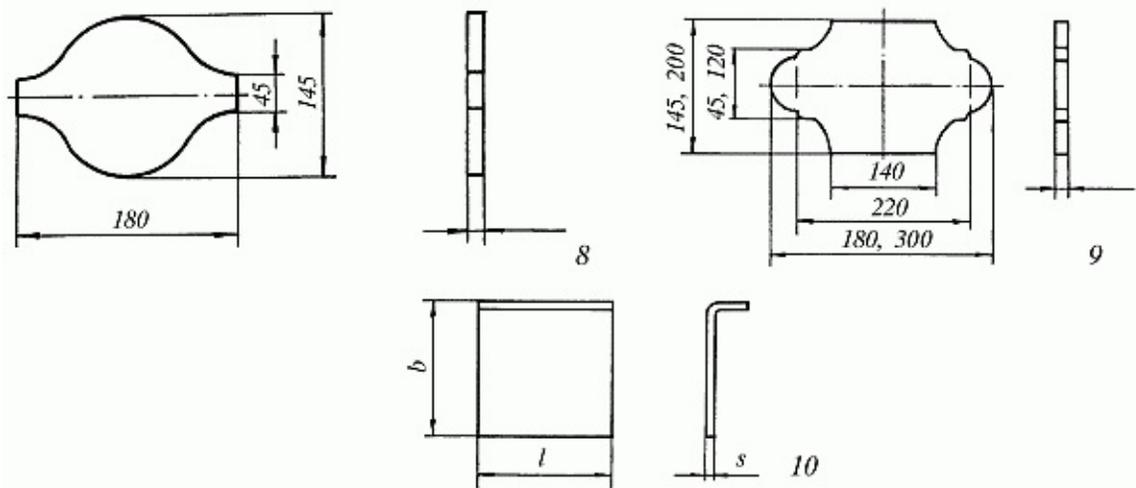

Рис. 47 (продолжение). Формы керамической плитки для облицовки
*Плитка для внутренней облицовки стен* по виду отделки бывает глазурованной и неглазурованной; по форме – квадратной, прямоугольной и фигурной; по виду поверхности – гладкой и рифленой; по виду боковых граней – с завалом и без завала; по цвету – белой, цветной-одноцветной, цветной-многоцветной, декорированной; по толщине – 3–3,5 мм. Помимо плиток, при облицовочных работах используют керамические фасонные детали (рис. 46). По всем показателям (вид отделки лицевой поверхности, вид граней, цвет и пр.) керамическая плитка для пола аналогична фасадной керамической плитке. Разнят их два показателя: форма и толщина. Толщина керамической плитки для облицовки пола должна быть 5–13 мм, а по форме она может быть квадратной, прямоугольной, треугольной, шестигранной и т. д. (рис. 47).
Рис. 47. Формы керамической плитки для облицовки пола: 1 – квадратная; 2 – прямоугольная; 3 – треугольная; 4 – четырехгранная; 5 – пятигранная; 6 – шестигранная; 7 – восьмигранная